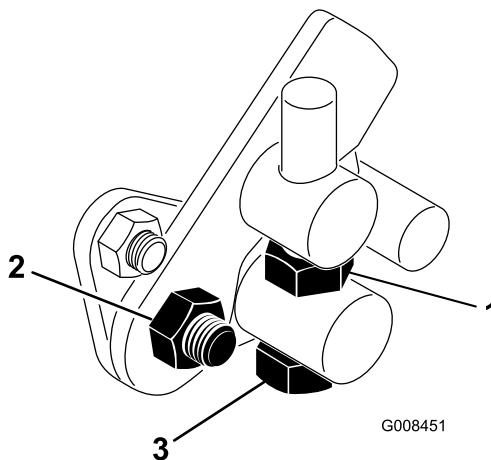

Рисунок 44
- Ослабьте контргайку на болте муфты (Рисунок 44).
| <ol style="list-style-type: none"> Зажимная гайка Гайка | <ol style="list-style-type: none"> Болт муфты Поворачивайте болт муфты по часовой стрелке для снижения скорости скашивания и против часовой стрелки для увеличения скорости скашивания. Затяните зажимную гайку на болте муфты и гайку на шарнире педали для фиксации регулировки (Рисунок 44). Проверьте регулировку и при необходимости повторите ее. |